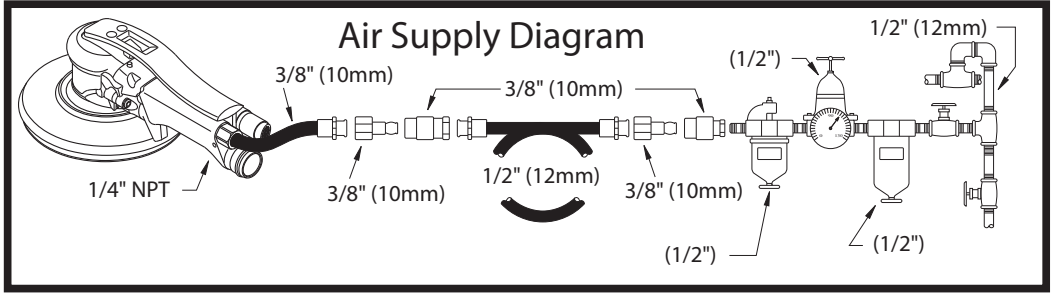

Fig. 01
- Connect device as shown in Fig. 01.
- To start the machine, pull the trigger (A). Machine speed is increase by increasing pressure on the trigger. Release the trigger to stop.
- Das Gerät wird in Abb. 01 gezeigt anschließen.
- Um die Maschine zu starten, muss der Auslöser (A) gezogen werden. Der Druck auf den Abzug bestimmt die Geschwindigkeit des Motors. Um die Maschine zu stoppen, den Auslöser wieder freigeben.